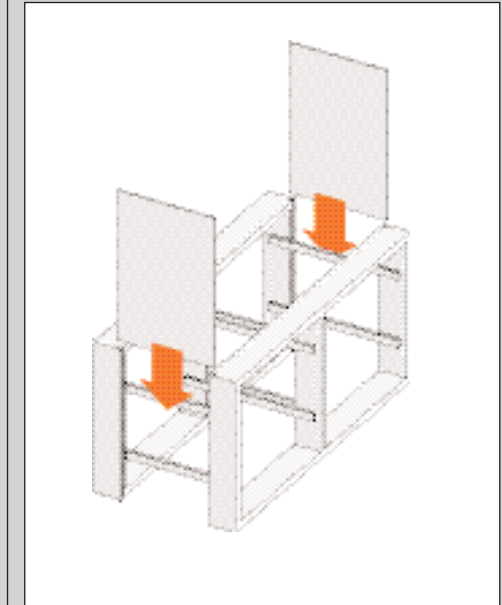

ABBILDUNG 5
1. Schieben Sie die Seitenwände in die Schubladenblöcke (siehe Abb. 5). Achten Sie auf die lackierte Seite. Sie ist die Außenseite.